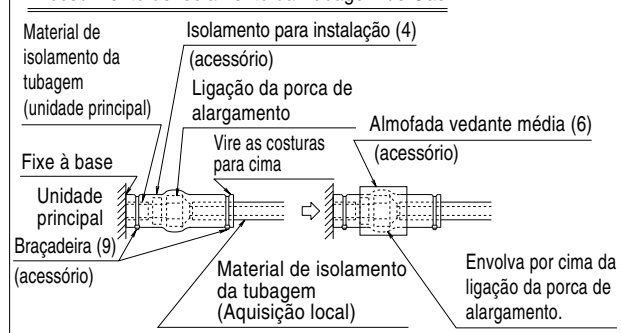

Fig. 8
(2) Depois de terminado o trabalho, certifique-se de que não há fugas de gás.
(3) Depois verificar a existência de fugas de gás, certifique-se de que isola as ligações do tubo, consultando a Fig. 8.
- Isole com o isolamento para instalação (3) (4) fornecido com os tubos de líquido e gás. Além disso, certifique-se de que o isolamento para instalação (3) (4) na tubagem de líquido e gás tem as suas costuras viradas para cima. (Aperte ambas as extremidades com uma braçadeira (9).)
- Para a tubagem de gás, envolva a almofada vedante média (6) no isolamento para instalação (4) (peça da porca de alargamento).